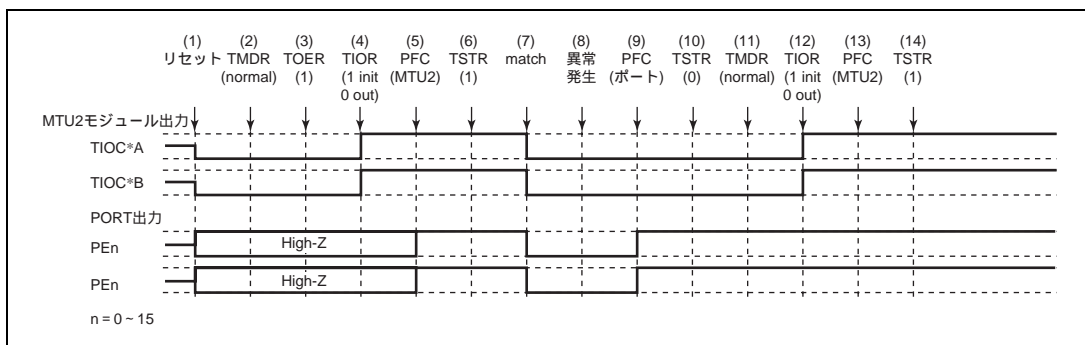

図 10.137 ノーマルモードで異常が発生し、ノーマルモードで復帰する場合
ノーマルモードで異常が発生し、再設定後ノーマルモードで再スタートする場合の説明図を図 10.137 に示します。
(1) ~ (10) は図 10.137 と共通です。
(11) PWM モード 1 を設定します。
(12) TIOR で端子を初期化してください (PWM モード 1 では TIOC\*B 側は初期化されません。初期化したい場合はノーマルモードで初期化した後、PWM モード 1 に遷移してください)。
(13) PFC で MTU2 出力としてください。
(14) TSTR で再スタートします。
(11) PWM モード 2 を設定します。
(12) TIOR で端子を初期化してください (PWM モード 2 では周期レジスタの端子は初期化されません。初期化したい場合にはノーマルモードで初期化した後 PWM モード 2 に遷移してください)。
(11) 位相計数モードを設定します。
(12) TIOR で端子を初期化してください。
(11) TIOR でノーマルモードの波形生成部を初期化してください。
(12) TIOR でノーマルモードの波形生成部の動作を禁止してください。
(13) TOER でチャンネル 3、4 の出力を禁止してください。
(14) TOCR で相補 PWM の出力レベルと周期出力の許可禁止を選択してください。
(15) 相補 PWM を設定します。
(16) TOER でチャンネル 3、4 の出力を許可してください。
(17) PFC で MTU2 出力としてください。
(18) TSTR で再スタートします。
- (1) ~ (13) は図 10.137 と共通です。
- (14) TOCR でリセット同期 PWM の出力レベルと周期出力の許可禁止を選択してください。
- (15) リセット同期 PWM を設定します。
- (16) TOER でチャンネル 3、4 の出力を許可してください。
- (17) PFC で MTU2 出力としてください。
- (18) TSTR で再スタートします。